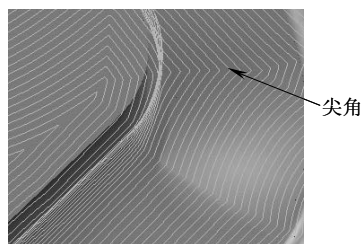
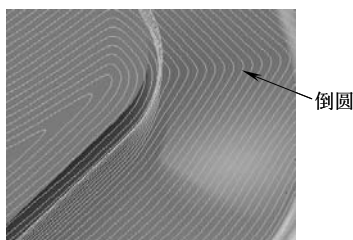

图 4-6 不勾选“光顺”选项的刀具路径
图 4-7 勾选“光顺”选项的刀具路径
4) 光顺：勾选这个可选项，系统对三维偏置精加工刀具路径在转角处进行倒圆处理。图 4-6 是不勾选“光顺”选项的刀具路径，图 4-7 是勾选了“光顺”选项的刀具路径。